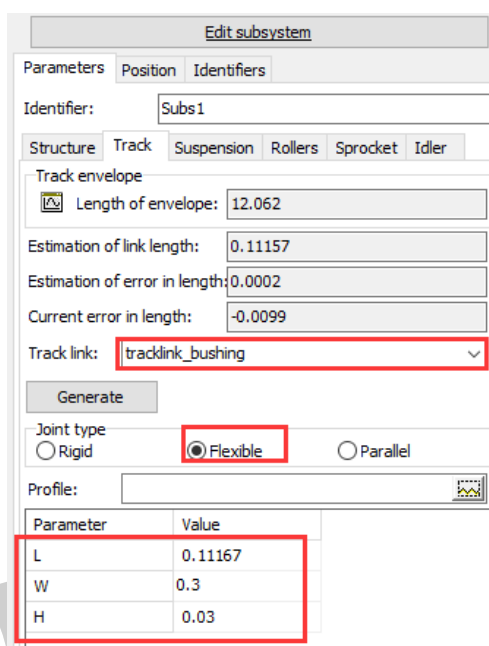

图 1.15
2. 根据图 1.15 所示设置履带板三个方向的尺寸，程序会自动估计出履带环的周长（约 12m）。